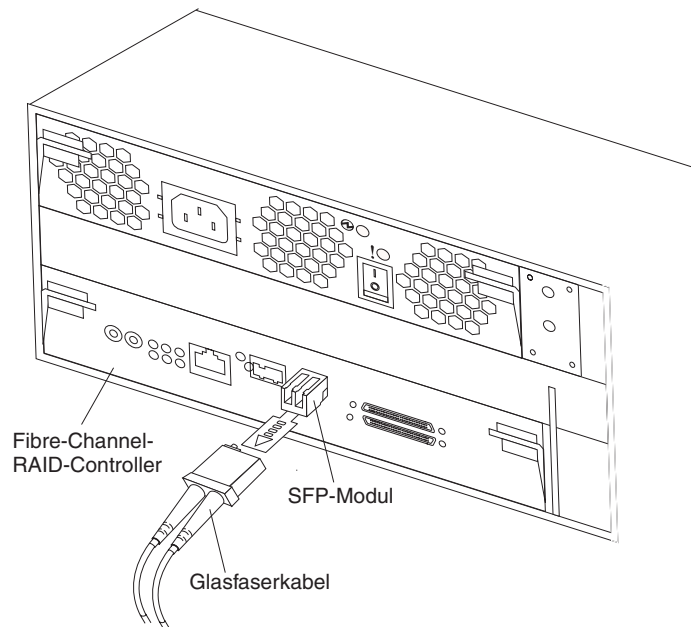

Abbildung 35. Glasfaserkabel am installierten SFP-Modul anschließen
3. Schließen Sie das Glasfaserkabel an das installierte SFP-Modul an, wie in Abb. 35 dargestellt.